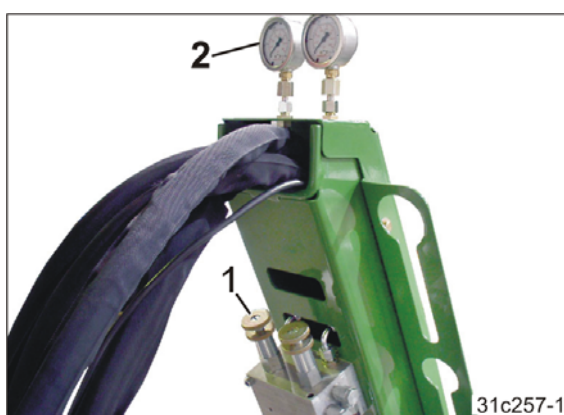

Fig. 110
- ventilerne (Fig. 110/1) eller
- på manometeret (Fig. 110/2)
Det på manometeret (Fig. 110/2) viste tryk ændrer sig indtil blæseren (adskillelsestromlen) kører med konstant omdrejningstal.